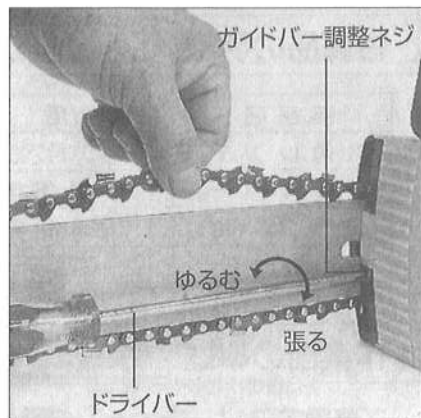

図3
- ③ドライバー(付属品)でガイドカバー調整ネジを回し、ソーチェーンの張りを調整してください。**ガイドバー調整ネジを右に回すとソーチェーンは張り、左に回すとゆるみます。**(図3参照)